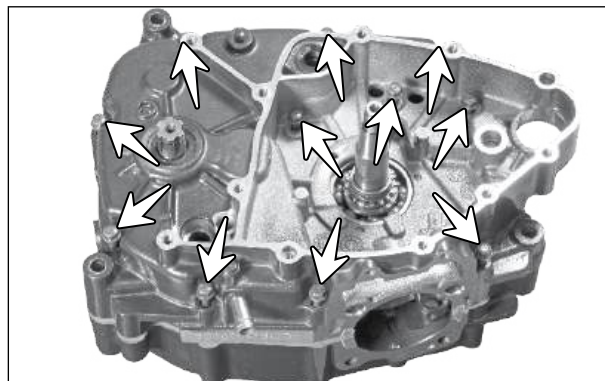

Fig. 3.176
- Instale e aperte com o torque especificado os parafusos M6x50 (setas) de fixação da carcaça do motor do lado esquerdo e direito. (Fig. 3.176)